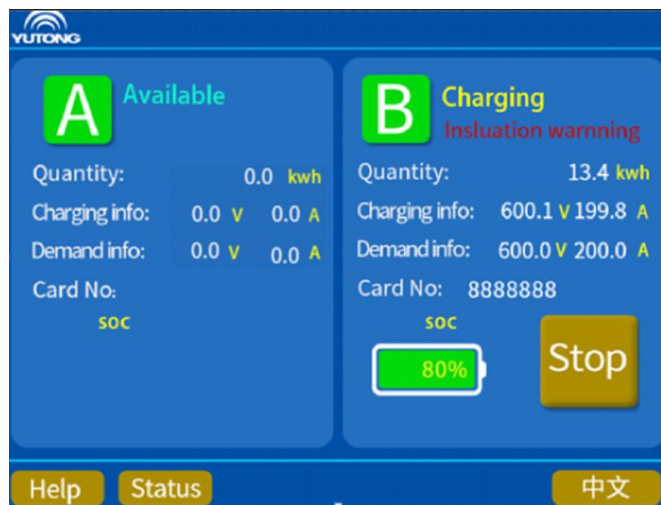

Figura 12 Interfaz de advertencia
1) La interfaz de advertencia de carga se muestra en la figura 12.